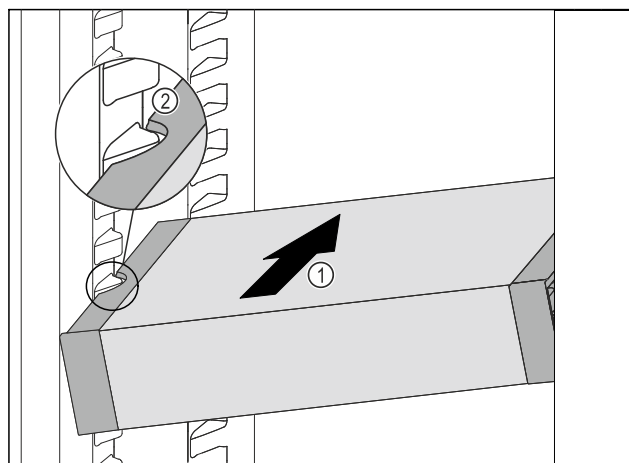

Fig. 87
- Inserire VarioSafe ad angolo nel vano frigorifero Fig. 87 (1), fino a quando le cavità laterali Fig. 87 (2) di VarioSafe non si trovano al livello della nervatura del contenitore nel vano frigorifero.